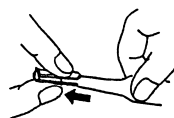

図3. カートリッジペンの取り外し
- ① ペンハネレバーを手前に止まるまで引く。
- ② カートリッジペンを取り外すときはペンアームをつまみ、カートリッジペンを矢印の方向に引き抜いてください。〈図3〉
- ③ カートリッジペンを取り付けるときはペンアームがカートリッジペン溝先端のストッパーに当たるまで差し込んでください。